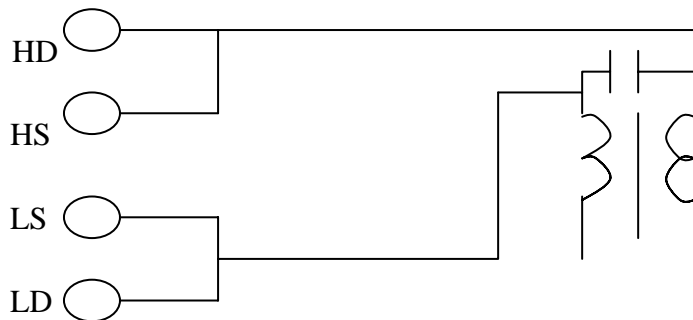

图 3-8 初、次级电容量测量
**初、次级电容量测量。**按图 3-8 所示连接，可测量初、次级电容量。